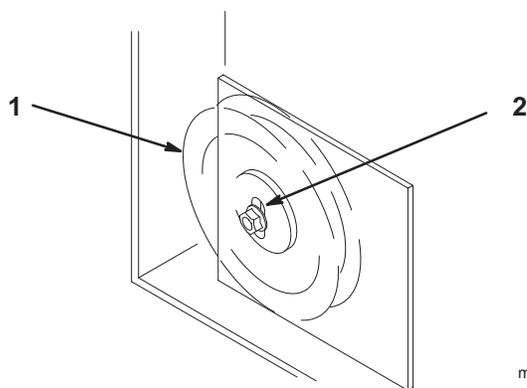

Figure 68
9. Si un réglage est nécessaire, desserrez la poulie de renvoi fixe à droite de la plaque de support et déplacez-la en haut ou en bas de la fente de réglage (Fig. 68). Pour détendre la courroie, tirez sur la poulie de tension rappelée par ressort.